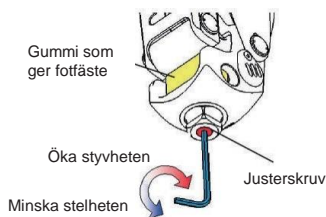

Fig. 9 Hur man justerar styvheten mellan stans och flexion
- Justera justerskruven som visas i fig. 9 med en 3 mm sexkantsnyckel.